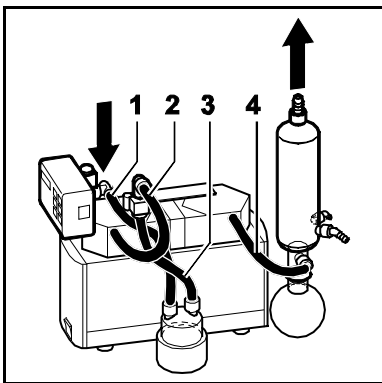

Abb. 17: Verschlauchung System SC
4	Schläuche (siehe Abb. 17) <ul style="list-style-type: none"> ▪ Resistent gegenüber dem genutzten Medium ▪ Innendurchmesser 10 mm ▪ Längen: (1,4) ca. 220 mm, (2) ca. 300 mm, (3) ca. 150 mm
5. System verschlauchen (siehe Abb. 17).